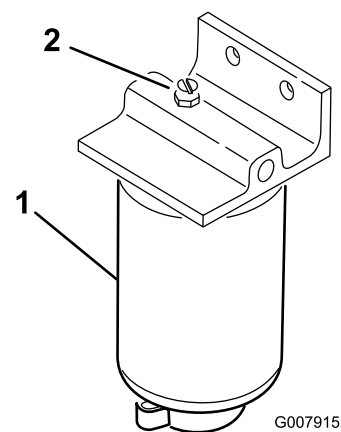

図 35
3. 燃料フィルタ・水セパレータ（図 35）のエア抜きプラグを開ける。